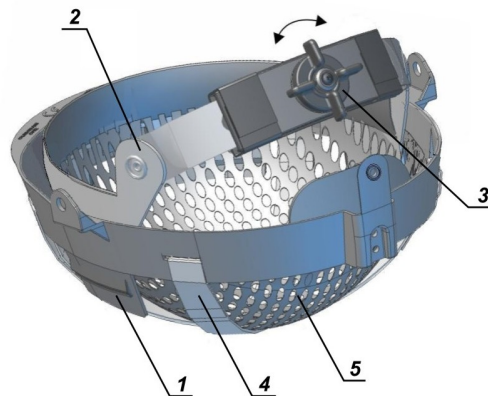

Fig. 15 Metodo di regolazione del livello di indossamento del casco
- a) Con la manopola (voce 3, Fig. 15) – ruotandola in senso orario si riduce la circonferenza della testa.